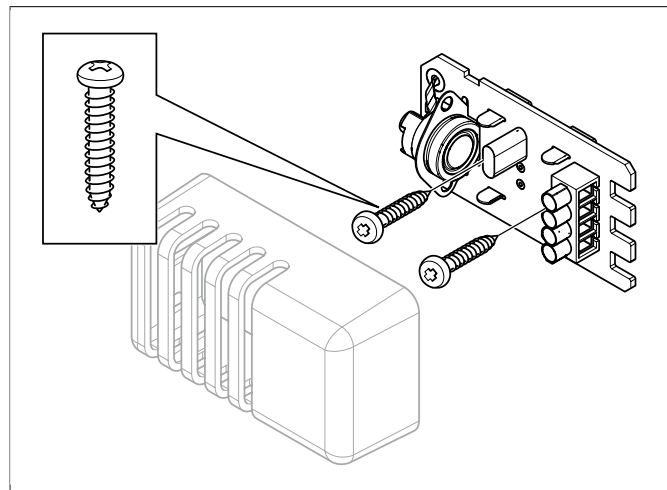

Fig 14: Montering sensorn
12. Montera sensorn på väggen se **Fig 14**, sidan 5. Dra skruvarna försiktigt så att kretskortet ej går sönder.